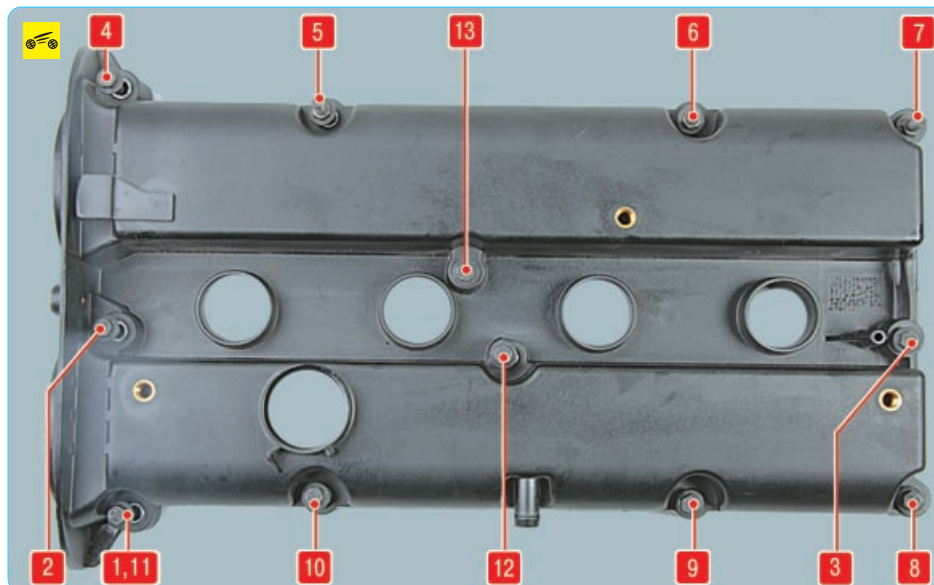

Рис. 5.11. Порядок затяжки болтов крепления крышки головки блока цилиндров двигателей Duratec объемом 1,4 и 1,6 л
18. Установите крышку головки блока цилиндров с новой прокладкой и все снятые детали в порядке, обратном снятию. Болты и болты-шпильки крепления крышки затягивайте в порядке, показанном на рис. 5.11, в два этапа: